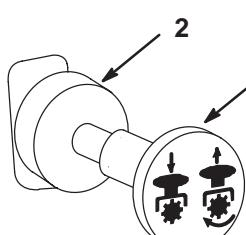

Figure 14
3. Placez la commande de prise de force (PDF) en position désengagée (Fig. 14).